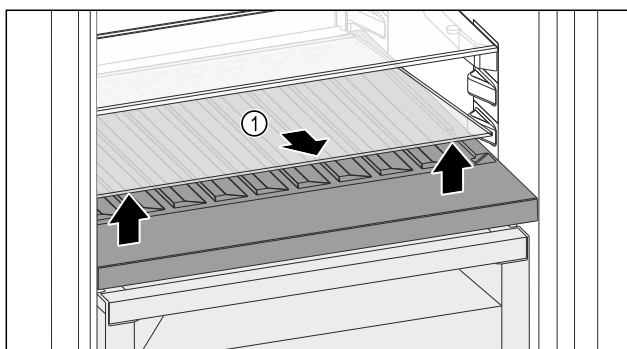

Fig. 141
- ▶ Podnieść płytę szklaną Fig. 141 (1) z przodu przy zagłębieniu i wyciągnąć.
- ▶ Przechować płytę szklaną Fig. 141 (1) w bezpiecznym miejscu poza urządzeniem.